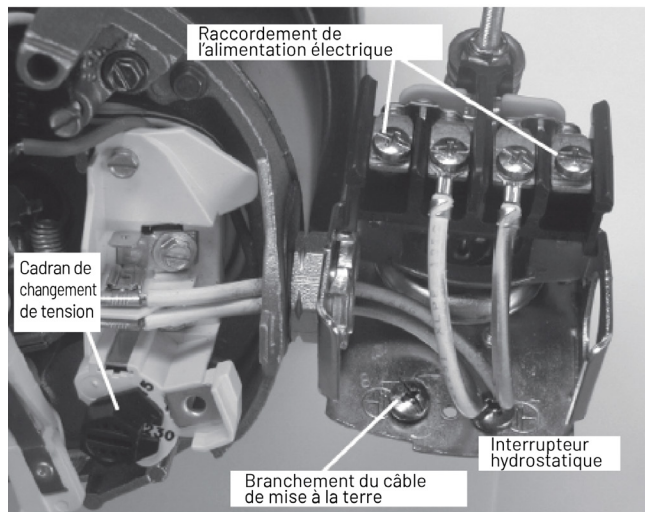

Figure 9 : Cadran de réglage de la tension
1. Raccordez d'abord le fil de terre (figure 9). Le fil de terre doit être un fil en cuivre massif ayant un diamètre équivalent ou supérieur à celui des fils d'alimentation.
4. Raccordez les fils d'alimentation au pressostat comme illustré à la figure 9.